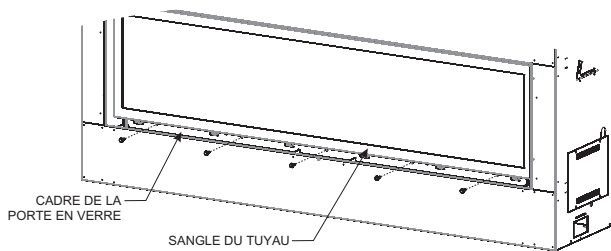

Figure 94
Avant d'enlever la porte vitrée, le support de limiteur de porte doit être retiré. À l'aide d'un chasse-écrou hexagonal de 5/16 po (8 mm), enlever les (5) vis n° 10-24 x 3/8 (10 mm) maintenant le support du limiteur sur la bride inférieure du cadre de porte vitrée. Mettre le limiteur de côté. Voir Figures 94 et 95.